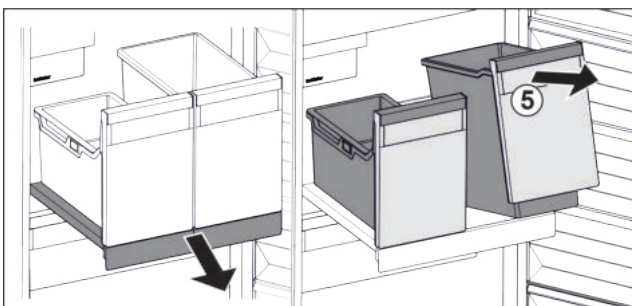

Fig. 22
- ▶ Повдигнете съда Fig. 22 (5) отпред.